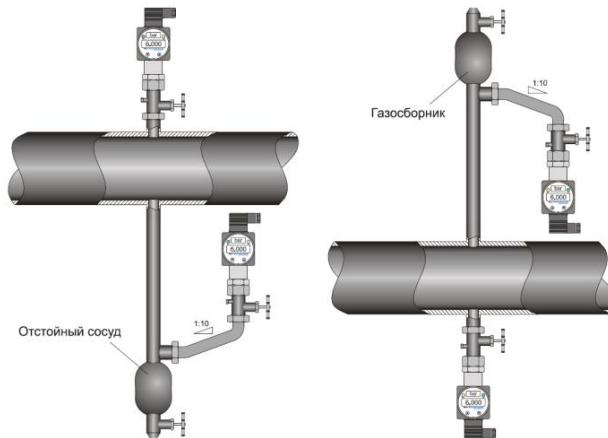

Рисунок 4. Монтаж датчика для измерения давления газа (слева) и жидкости (справа).
4.4. Механическое присоединение датчиков рекомендуется производить с ориентацией, при которой соединительная линия от места отбора давления имеет односторонний уклон ($\geq 1:10$) вверх к датчику, если измеряемая среда – газ, и вниз к датчику, если измеряемая среда – жидкость (см. рис. 4.). Если это невозможно, при измерении давления газа в нижних точках соединительных линий следует устанавливать отстойные сосуды, а при измерении давления жидкости в наивысших точках – газосборники. Отборные устройства для установки датчиков рекомендуется монтировать на прямолинейных участках, на максимально возможном удалении от насосов, запорных устройств, колен, компенсаторов и других гидравлических устройств.